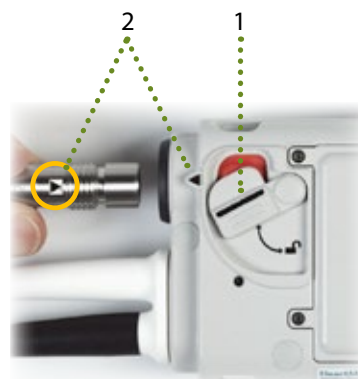

FIGURE 18
- 1 Déverrouiller la languette de sécurité (Figure 18).
B. Déplacer rapidement le câble percutané du contrôleur actif vers le contrôleur de secours. BIEN ALIGNER LES FLÈCHES (Voir Figure 18 page 31)	B. Raccorder les connecteurs blanc et noir du contrôleur de secours sur une AUTRE source alimentation
C. Déplacer le câble d'alimentation NOIR du contrôleur actif vers le contrôleur de secours	C. Déplacer rapidement le câble percutané du contrôleur actif vers le contrôleur de secours. BIEN ALIGNER LES FLÈCHES (Voir Figure 18 page 31)